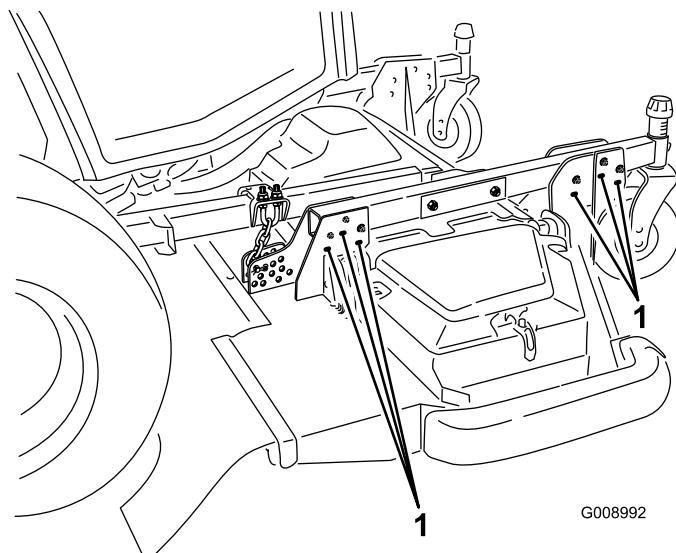

Bild 27
- Um eine Schnitthöhe von 102 bis 153 mm zu erhalten, entfernen Sie die Befestigungsschrauben, mit denen die Hängehalterungen des Mähwerks an den Schnitthöhenlaufradarmen befestigt sind. Befestigen Sie die Hängehalterungen des Mähwerks dann in den unteren Löchern an den Schnitthöhenlaufradarmen (Bild 27).